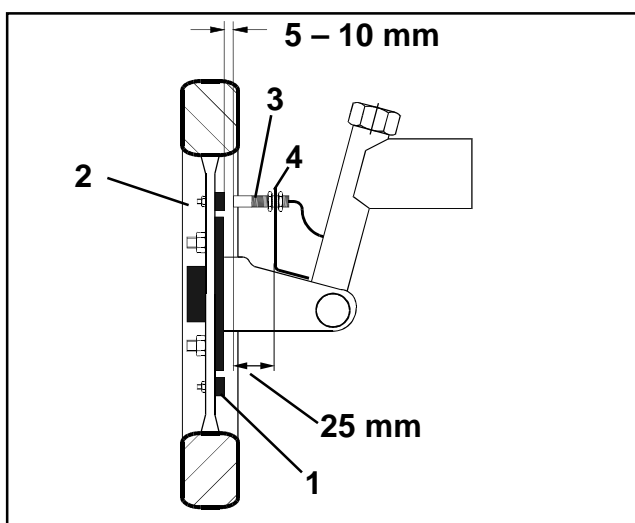

Fig. 12
- Magneterne (Fig. 12/1) fordeles ens i traktorforhjulets fælglade og monteres med bolte (Fig. 12/2) der ikke er af magnetisk materiale (messing-skruer eller V4A-skruer).